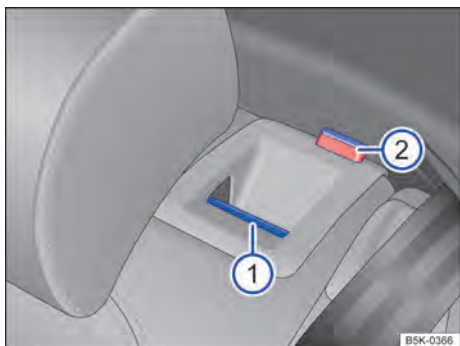

Fig. 65 No encosto do banco traseiro: botão de desbloqueio.
- Puxar o botão de destravamento → Fig. 65 ❶ para frente e, ao mesmo tempo, rebater o encosto do banco traseiro para frente.
- A respectiva parte de encosto do banco traseiro estará destravada quando a marcação vermelha → Fig. 65 ❷ estiver visível.
- A marcação vermelha → Fig. 65 ❷ não pode mais estar visível.